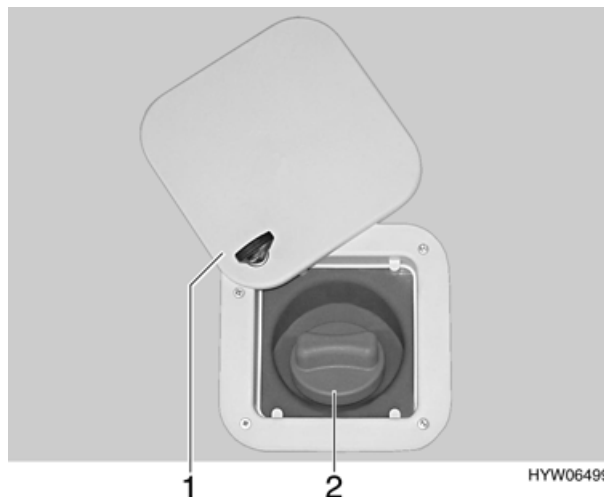

Fig. 56 Coperchio per bocchettone di riempimento del serbatoio dell'acqua potabile
- Aprire la serratura e girare verso l'alto lo sportello esterno (Fig. 56,1) (vedi capitolo 5).
- Girare il coperchio blu (Fig. 56,2) in senso antiorario di un quarto di giro.
- Aprire il bocchettone di riempimento del serbatoio dell'acqua potabile posto sulla parete (Fig. 56) esterna dell'autocaravan.